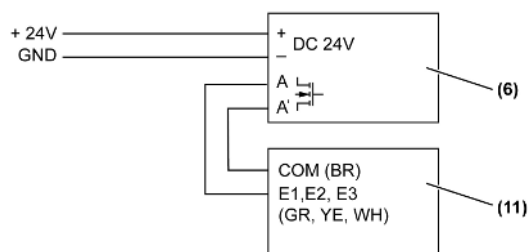

Bild 9: Anschluss an UP-Aktoren: Schaltaktor 2fach / Jalousieaktor 1fach, Schaltaktor 1fach, Universal-Dimmaktor 1fach
| (Bild 9) | (11) Schaltaktor 2fach / Jalousieaktor 1fach, Art. Nr.: 230021SU, Schaltaktor 1fach, Art. Nr.: 230011SU, Universal-Dimmaktor 1fach, Art. Nr.: 390011SU |